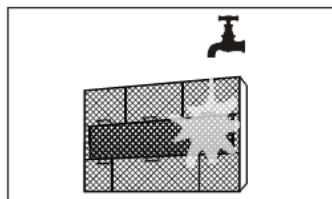

fig. 17 -
5. Lavare i filtri principali con acqua "fig. 17 -" o pulirli con l'aspirapolvere. Lasciare asciugare completamente i filtri evitando l'esposizione alla luce solare diretta.